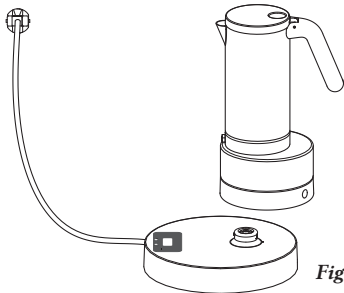

Fig. 7
- Apoyar la Cafetera en la base de alimentación. (fig. 7).